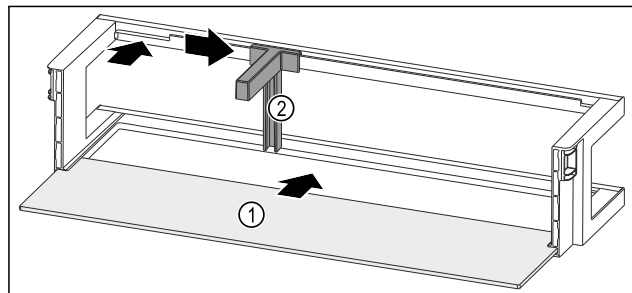

Fig. 234 Дверная полка со съемной полкой
- Вдвиньте съемную полку Fig. 234 (1) в боковые пазы.
- Установите держатель для бутылок Fig. 234 (2) в выемку.
- Сместите держатель для бутылок Fig. 234 (2) в нужное положение в сторону.